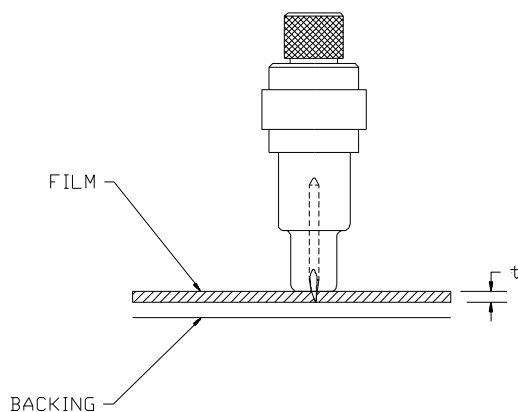

FIGURA 1-5
3. Allungare la punta della lama in base alla distanza richiesta per il materiale che si deve tagliare (t), come mostrato nella Figura 1-5. La lama deve fuoriuscire dal portacoltello solo di quanto sufficiente per tagliare attraverso tutto lo strato della pellicola, senza tuttavia penetrare attraverso il rivestimento, poiché questo rischierebbe di tagliare e di danneggiare il nastro di taglio.